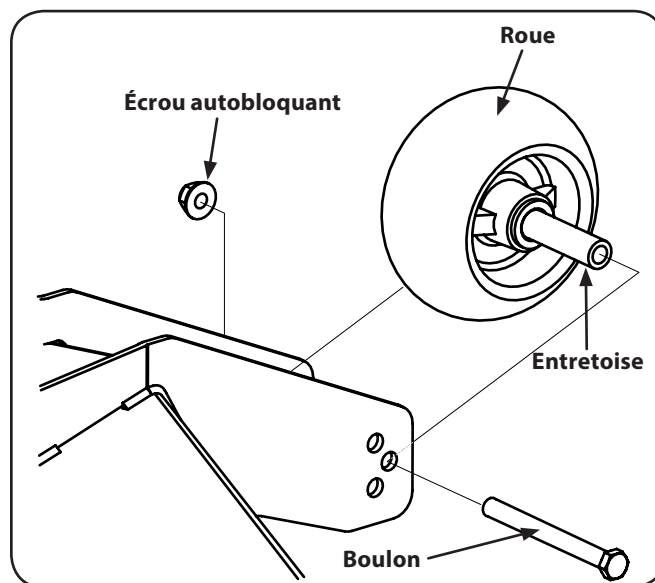

Figure 6-7
2. Retirez l'écrou autobloquant qui sert à retenir le boulon de la roue de jauge avant au plateau de coupe. Retirez la roue de jauge, le boulon et l'entretoise. Voir Figure 6-7.